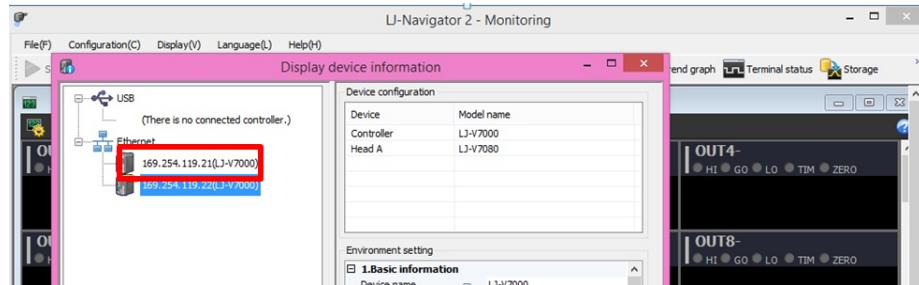
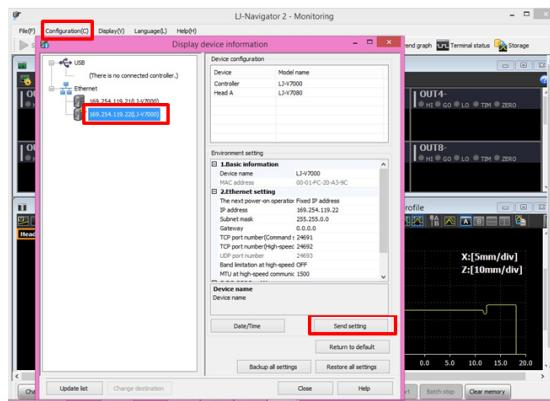

FIGURE 3.3 – Sélection du contrôleur laser à régler
FIGURE 3.7 – Envoi des réglages au contrôleur laser
- Aller à **Configuration (C) - Device information**
- Choisir le contrôleur laser à régler, voir Fig. 3.3
Pour sauvegarder le paramètre de la tête laser, cliquer sur **Configuration(C)/Device information**. Sélectionner de nouveau la tête laser choisi précédemment (Fig. 3.3 et cliquer sur **Send setting**, voir Fig. 3.7.